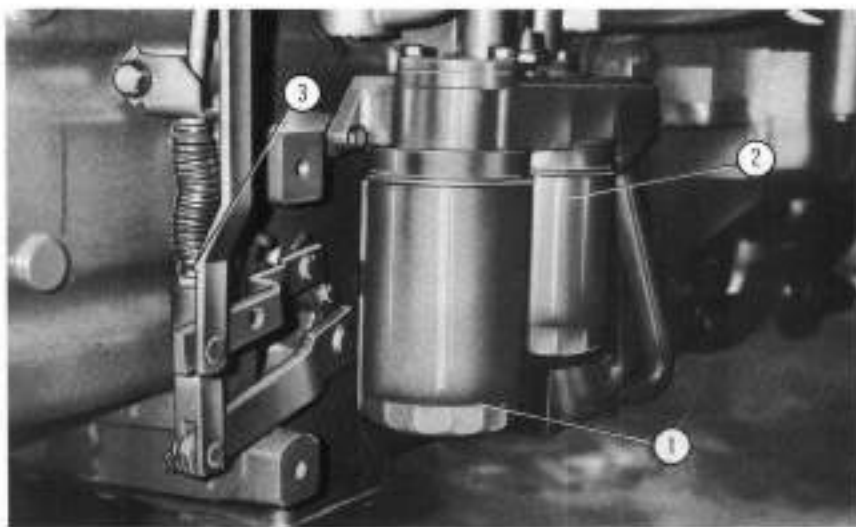
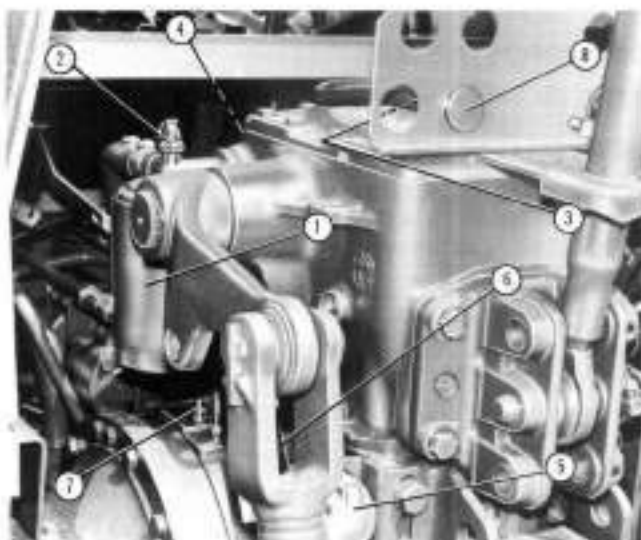

Fig. 22
Fig. 30
Dès l'allumage des témoins de colmatage (3-13 fig. 3): remplacer les filtres à huile (1-2 fig. 22) et (1 fig. 30 seulement pour Explorer 80).
- les deux filtres servent à la prise de force, à la lubrification de la boîte de vitesses, aux distributeurs auxiliaires et au relevage hydraulique (1 fig. 30)
La réglage du frein à main s'effectue en agissant sur la vis de réglage (3 fig. 22), compte tenu que le jeu du levier à main doit être de 3-4 dents.
Le circuit hydraulique est pourvu d'un distributeur à centre ouvert. L'huile en aspiration est prélevée de la boîte par une pompe à grand débit (la même des distributeurs auxiliaires) et ensuite filtrée par un filtre à cartouche interchangeable (1-2 fig. 22). L'huile sous pression atteint le relevage hydraulique en s'écoulant à travers les distributeurs auxiliaires.
Dès l'allumage du témoin de colmatage (3 fig. 3): remplacer le filtre à huile (1 fig. 22) pour l'Explorer 60-70 et (1 fig. 30) pour l'Explorer 80.